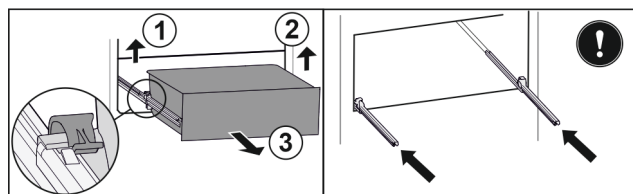

Fig. 153
- Løft den venstre klemme, og træk samtidigt skuffen i venstre side fremad. Fig. 153 (1)
- Løft den højre klemme, og træk samtidigt skuffen i højre side fremad. Fig. 153 (2)
- Tag skuffen ud fremskudt. Fig. 153 (3)